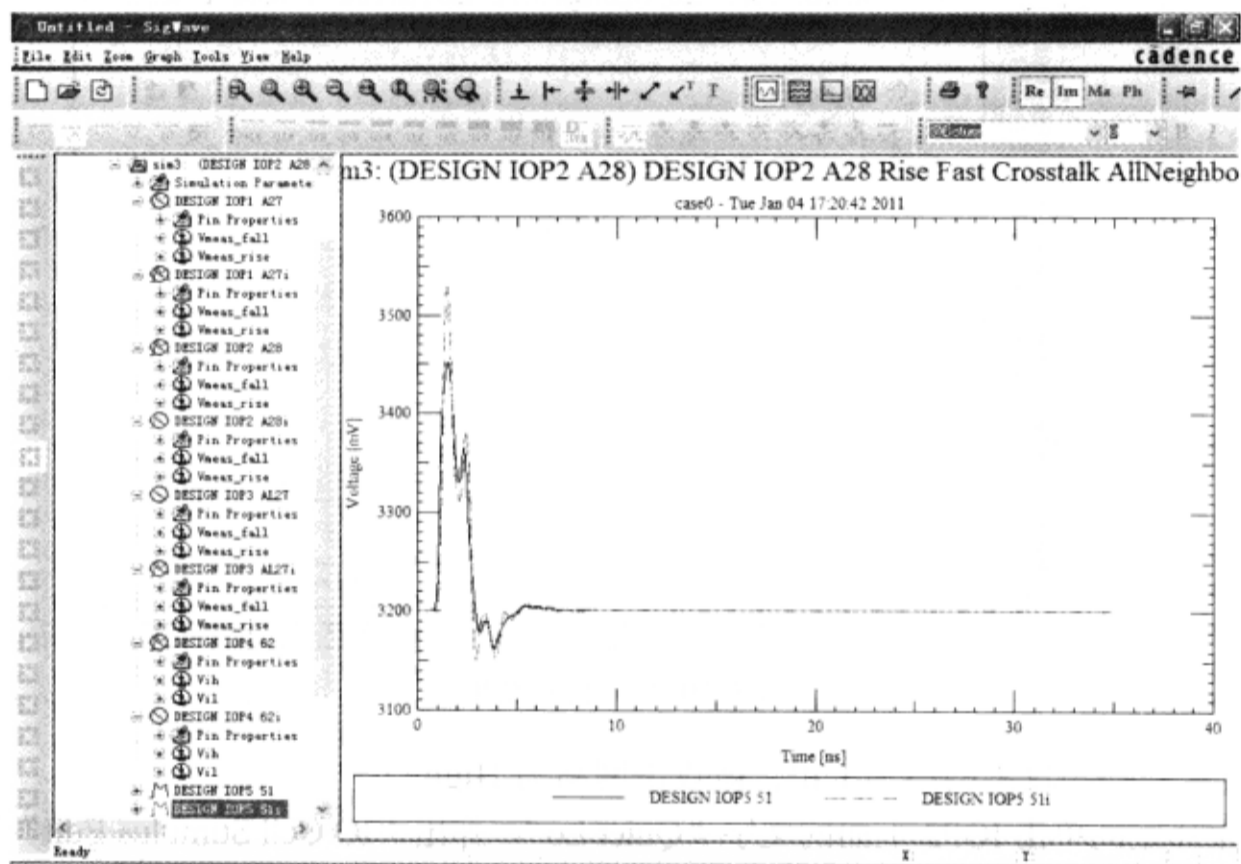

图3-10-50 仿真结果
⑤ 在“Results”表格上单击鼠标右键，在弹出的菜单中选择“View Waveform”，观察仿真结果，如图3-10-50所示。